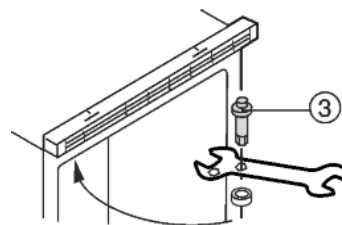

Fig. 3
- ▶ Выкрутите верхний шарнирный палец Fig. 3 (3) и вкрутите на противоположной стороне (**с моментом 4 Нм**).
- Навесьте дверь на верхний шарнирный палец Fig. 3 (3) и закройте.